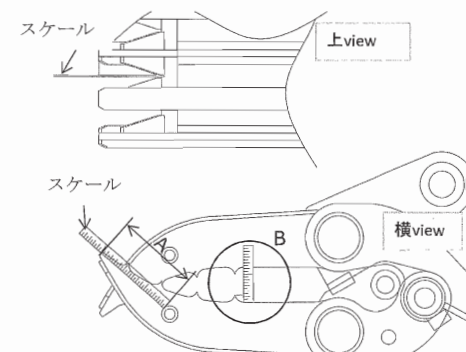

図 10-6 つかみポイント測定部詳細 (型式 Z15、Z25)
(1) ツース測定方法 (図 10-6)
- ①安全のため平らな所で接地させて行うこと。
- ②補強 (丸棒) からツース先端までの距離Aを測定する。
- ③ツース先端は中央部から測定すること。
(2) すべり止め部材測定方法 (図 10-6)
- ②すべり止め部材の突出した部分Bを測定する。